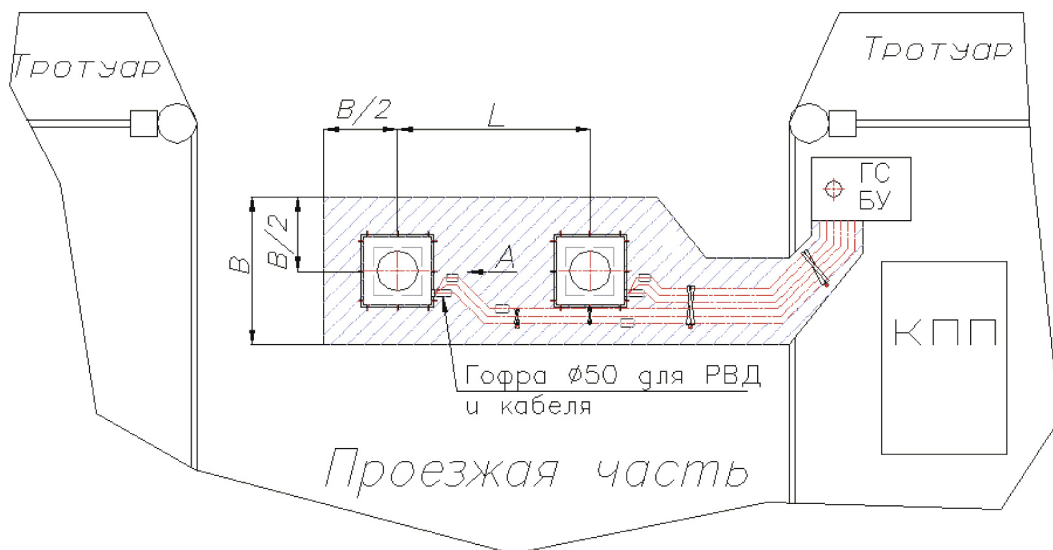

Рисунок 1. Пример размещения ДЗС в проезде.
- При необходимости перекрытия проезжей части несколькими столбами целесообразно вырыть траншею. Пример: Рисунок 1.